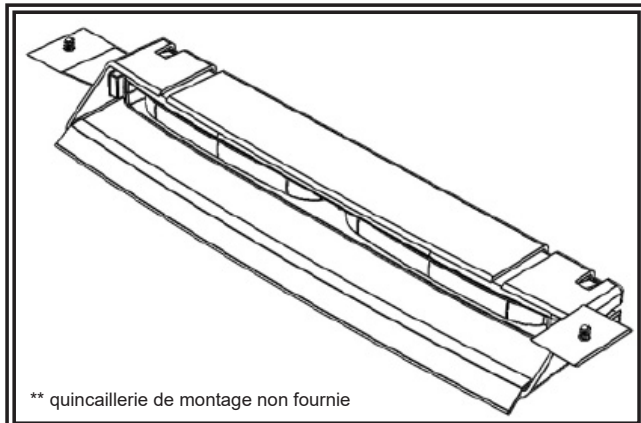

Figure 3
9. Insérer les vis fournies dans le mécanisme de verrouillage de la tête d'éclairage, comme indiqué à la figure 3. Cela permet de maintenir les supports en position et la tête d'éclairage à l'angle souhaité.
6. Insérer les vis fournies dans le mécanisme de verrouillage de la tête d'éclairage, comme indiqué à la figure 3. Cela permet de maintenir les supports en position et la tête d'éclairage à l'angle souhaité.